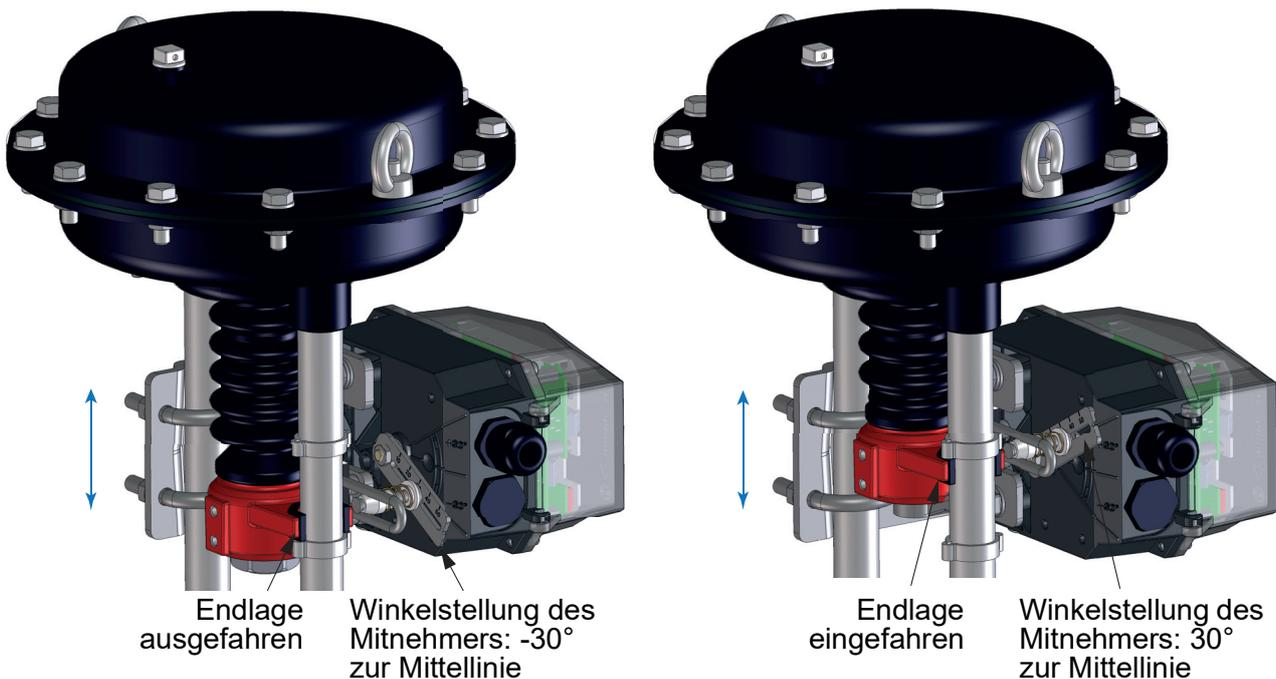

Bild 16
7. Justieren der Höhe des ARI-STEVI-POS® durch axiales Verschieben entlang der Antriebssäule, sodass der Mitnehmer im drucklosen Zustand des Antriebs (Ventil steht in einer Endlage) ca. 30° zur Mittellinie ausgelenkt wird (siehe Bild 16).